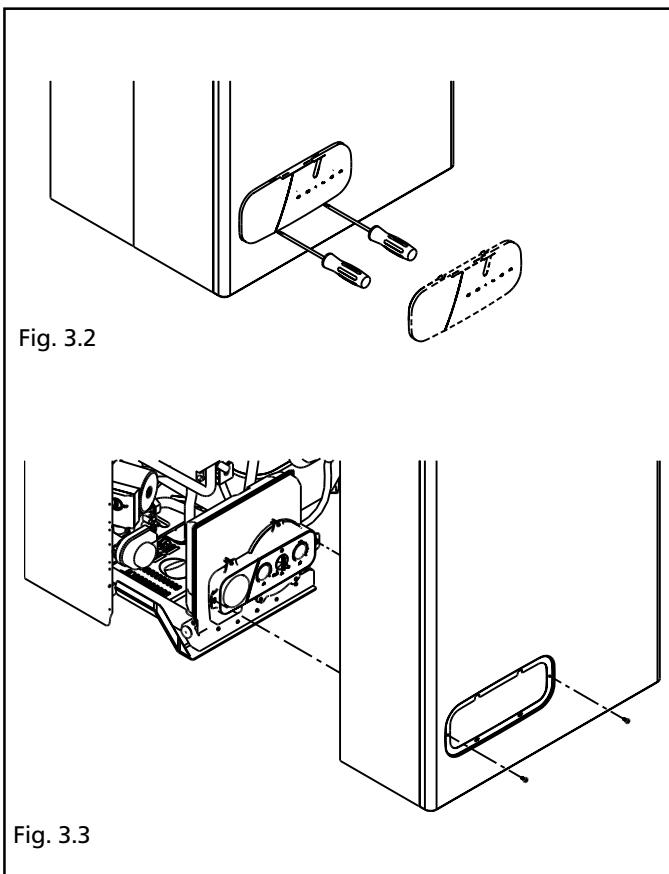

Fig. 3.3
- destornillar los tornillos de fijación de la cubierta (fig. 3.3)